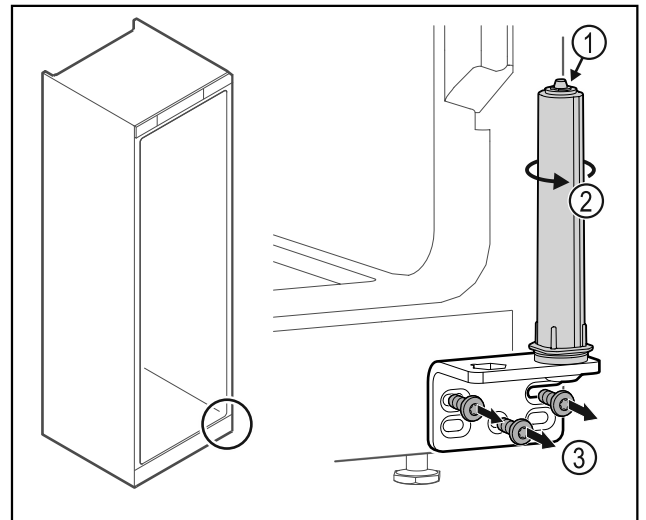

Fig. 37
- Non disassemblare il sistema di chiusura della porta Fig. 37 (1).
- Ruotare il sistema di chiusura Fig. 37 (2) finché non si innesta con un clic.
- Svitare la cerniera angolare Fig. 37 (3).